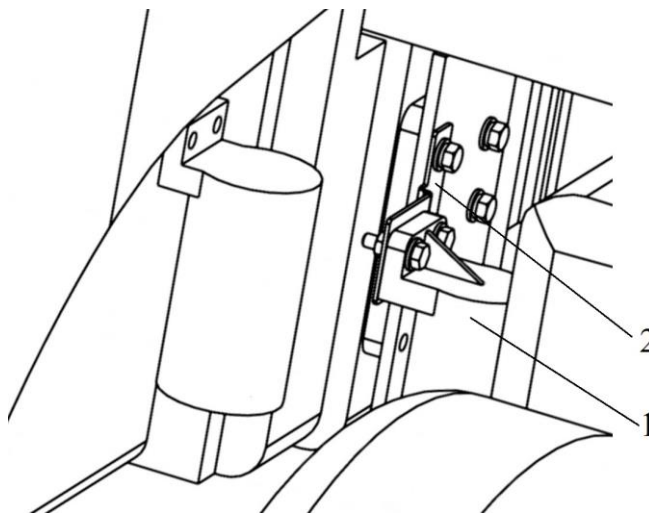

Рисунок 15 – Вид трактора слева: 1-кронштейн; 2-фильтр WBF1235.
6.1.7 Демонтировать кронштейн ящика ЗИП (справа), отсоединить кронштейн фильтра поз.2(рис. 15) от трактора и самого фильтра (слева), верхний болт крепления кабины закрутить на место и выкрутить 2-й нижний болт с обеих сторон.